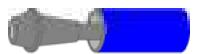

Рисунок 5
- Установите дренажную трубку (красного цвета) со встроенным ограничителем потока (рис. 5) и угольником в мембранный модуль. Угольник должен быть установлен в дренажный штуцер (15) корпуса мембранныго модуля.